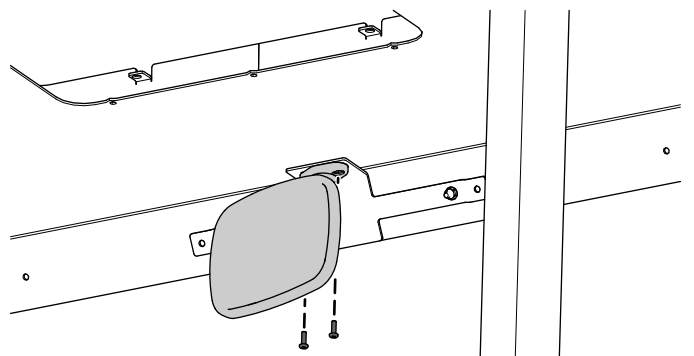

図 6
3. ミラーマウントにミラーを固定するプラスねじ#10 x 5/8"2 本で図 6のように取り付ける。